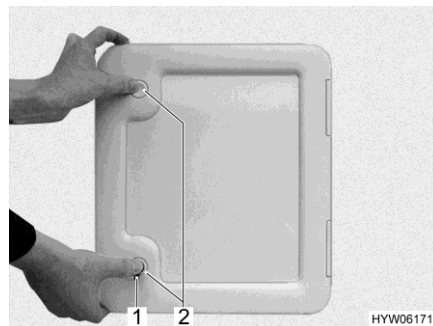

Fig. 169 Portillon (réservoir pour matières fécales)
- Ouvrir le portillon pour le réservoir pour matières fécales à l'extérieur du véhicule. Insérer pour cela la clé dans le barillet du verrou de pression (Fig. 169,1) et la tourner d'un quart de tour dans le sens des aiguilles d'une montre.
- Appuyer du pouce et simultanément sur les deux verrous de pression (Fig. 169,2) et ouvrir le portillon pour le réservoir pour matières fécales.